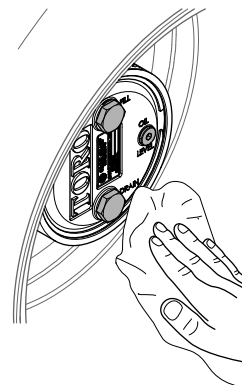

Figura 104
- Limpie los alojamientos del freno y de los engranajes planetarios (Figura 104).